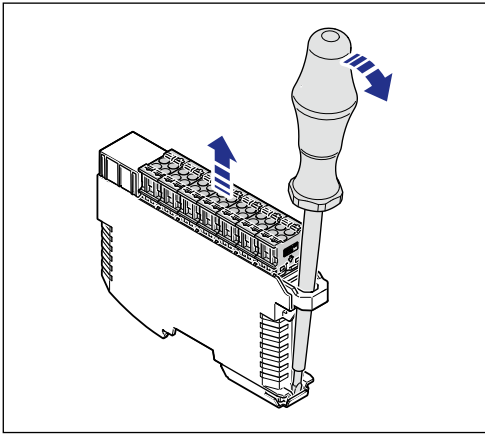

Abb. 10: Entfernung aller Leitungen
1. Führen Sie einen Schraubendreher durch die Lasche des Anschlussmoduls (Abb. 10).